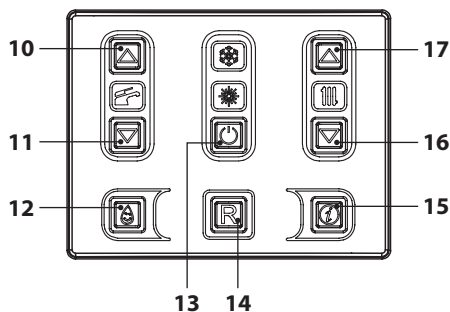
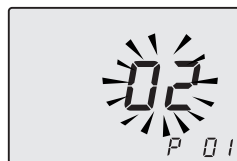

Figura 8.2
Figura 8.3
- Entrare in "modalità programmazione" premendo contemporaneamente per 10 secondi i tasti 13-16-17 (Figura 8.2) fino a far apparire sul display LCD le lettere **P01** e il valore del parametro, indicanti l'entrata nel "parametro 01" (Figura 8.3).
- Premendo il tasto 13 (Figura 8.2) si ottiene la conferma del valore inserito.